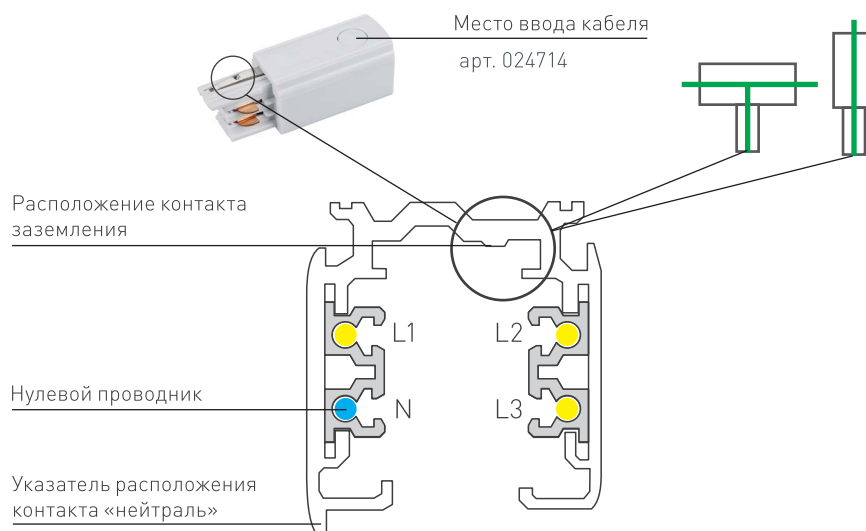

Рисунок 2. Выбор коннектора исходя из расположения нулевого контакта на шинопроводе
2. На комплектующих есть соответствующие обозначения контактов, визуально различие заметно по расположению заземляющего контакта (рис. 2).